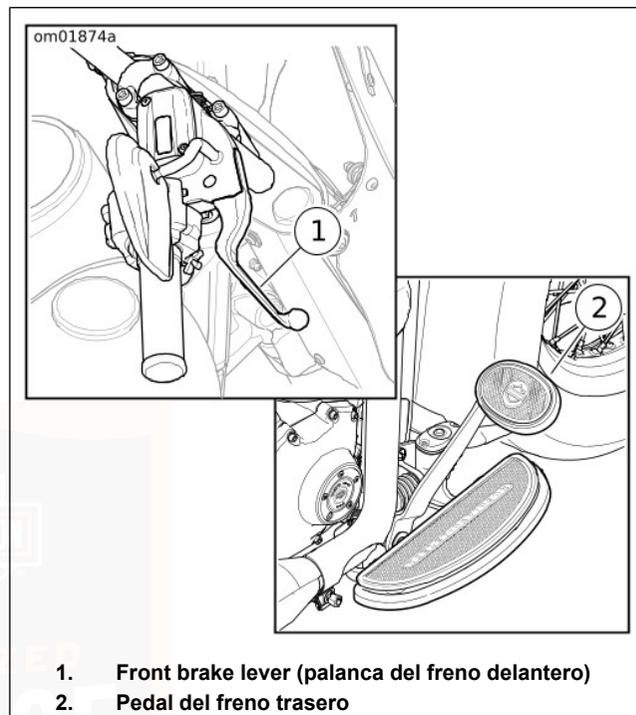

Figura 23. Controles de los frenos
Vea Figura 23. La palanca manual del freno delantero (1) controla el freno de la rueda delantera. La palanca del freno está ubicada en el manillar derecho. Opere la palanca manual con los dedos de la mano derecha.
Vea Figura 23. El pedal del freno trasero (2) controla el freno de la rueda trasera. El pedal del freno se encuentra en el lado derecho. Accione el pedal del freno trasero con el pie derecho.